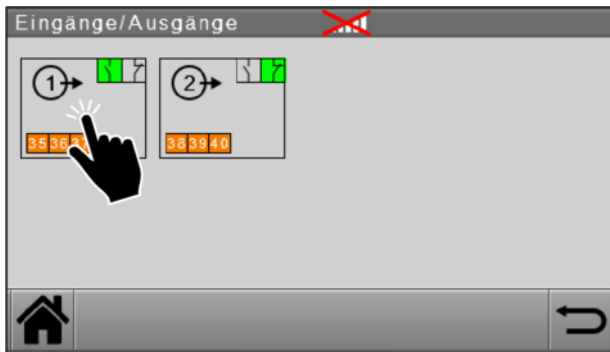

Abb. 78: Eingänge / Ausgänge
1. Ausgang 1 oder 2 wählen (siehe Abbildung 78).